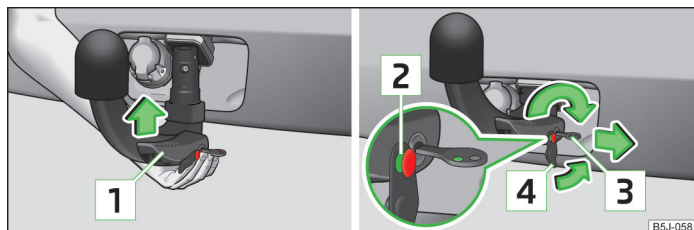

Abb. 107 Kugelstange einsetzen / Schloss verriegeln und Schlosskappe aufsetzen
- Die Kugelstange **von unten** » Abb. 107 fassen und in den Aufnahmeschacht bis zum hörbaren Einrasten einsetzen » **!**.
Der Hebel **1** » Abb. 107 dreht sich **selbsttätig** nach oben und der Auslösebolzen **2** fährt heraus (sein roter sowie grüner Teil ist sichtbar) » **!**.
- Die Kappe **4** » Abb. 107 auf das Schloss in Pfeilrichtung stecken » **!**.